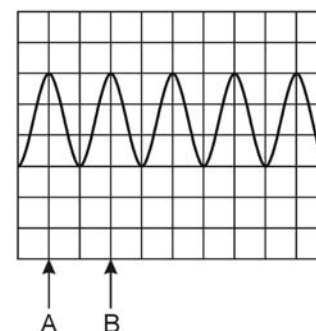

Fig. 6-4
Utilize a Fig. 6-4 como um exemplo. Um (01) ciclo ocorre do ponto A até o ponto B, e corresponde a 2,0 divs na tela. Se o tempo de varredura for assumido como sendo 1 ms/DIV, o período será de $1 \text{ ms/DIV} \times 2,0 = 2,0 \text{ ms}$. Da mesma forma, a frequência será de $1/2,0 \text{ ms} = 500 \text{ Hz}$. No entanto, se x 10 MAG (x 5 MAG) for utilizado, TIME/DIV deve ser calculado como 1/10 (1/5) do valor indicado.